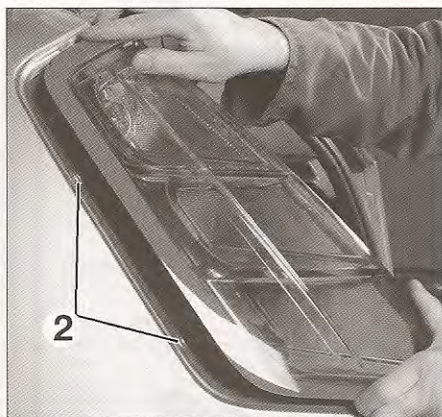

FIG. 69
- Tirar de la luz hacia la parte trasera para separarla de sus tetones de centrado (2) (fig. 69).
Al montar, procurar centrar correctamente la luz en sus tetones de centrado (2) antes de apretar los tornillos de fijación del luz (fig. 69). Comprobar el buen funcionamiento de todas las lámparas de la luz.